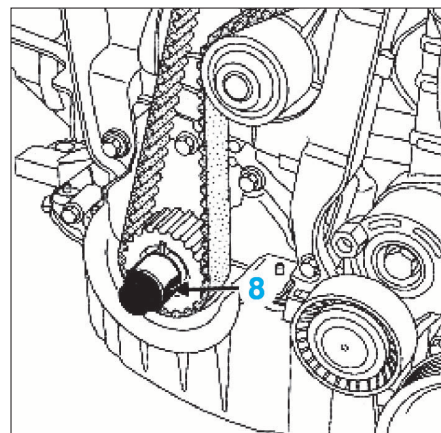

FIG. 30
- Visser l'ancienne vis de la poulie d'accessoires de vilebrequin équipée d'une entretoise (8) (qui ne masque pas le repère du pignon de distribution) dans le vilebrequin (Fig.30).